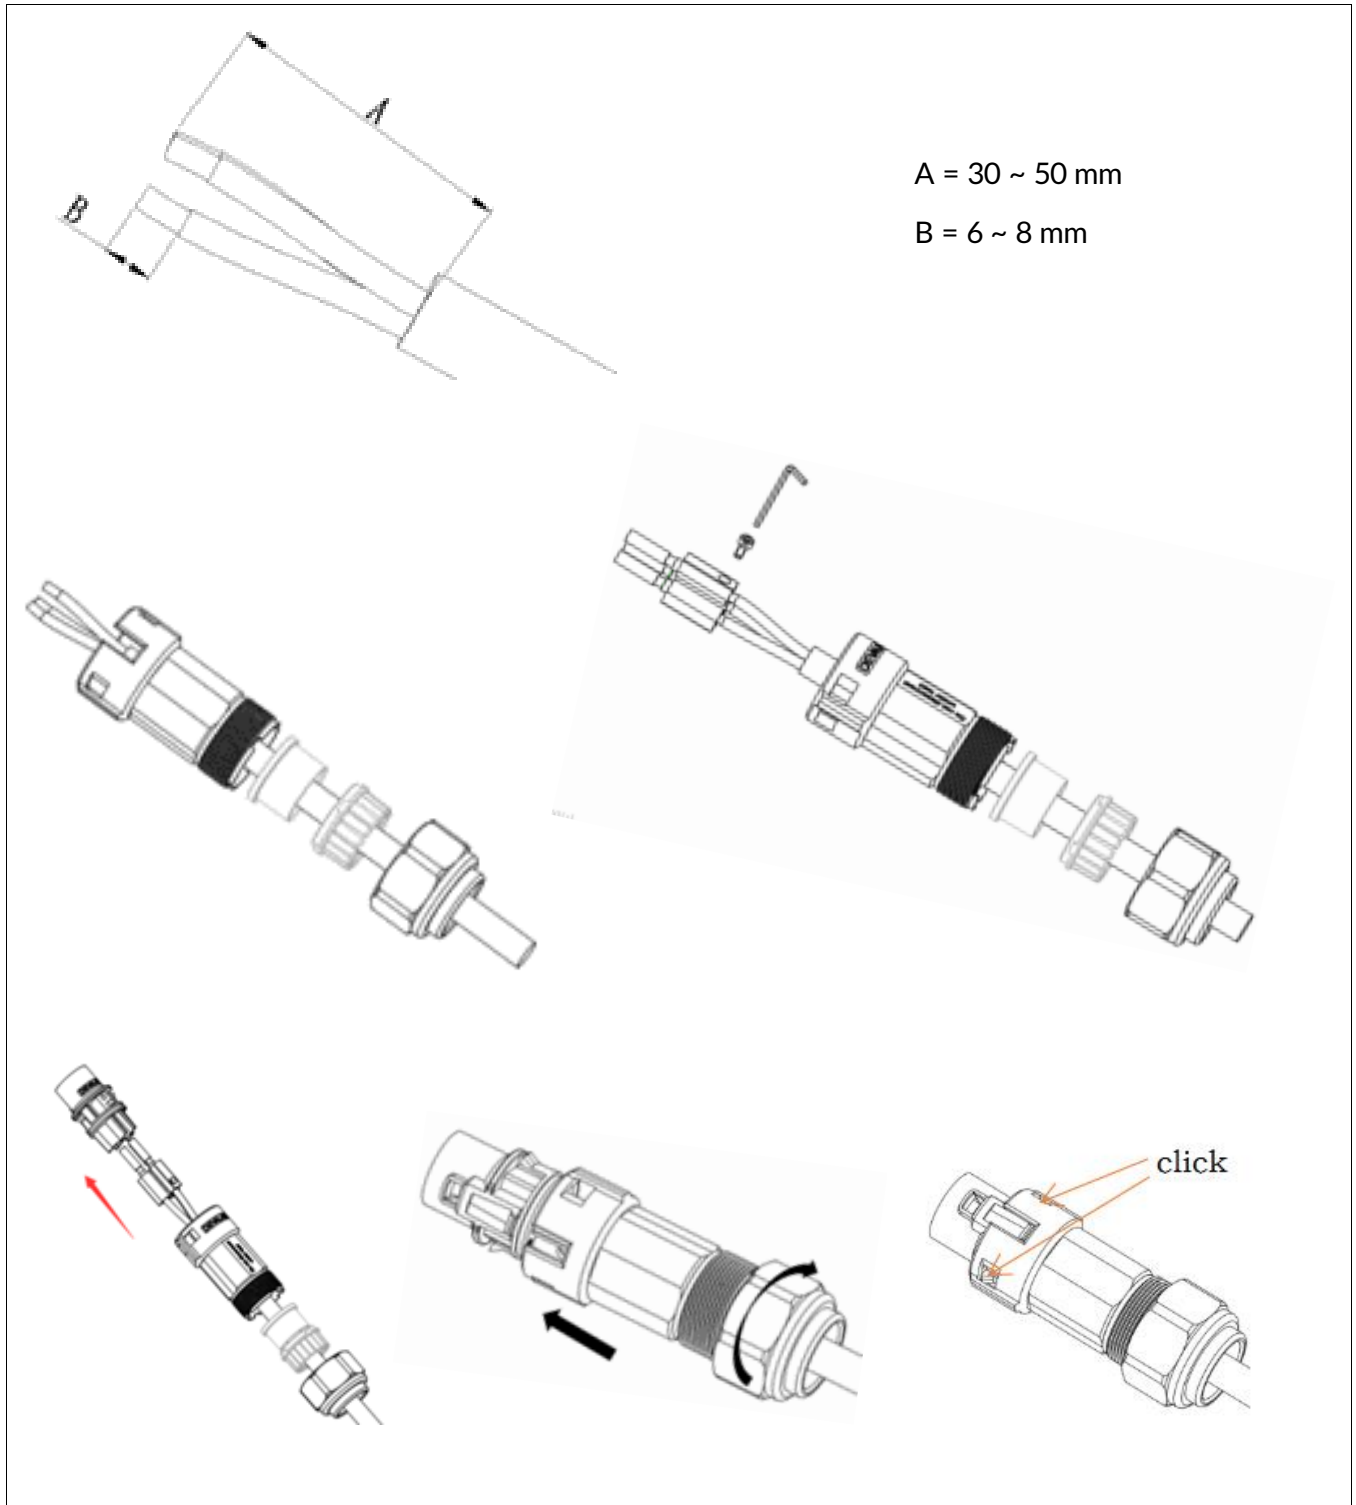

Abbildung 16: Montage AC Netz Stecker
- Entfernen Sie die Isolierung des AC-Ausgangskabels mit einer Abisolierzange gemäß Abbildung 16